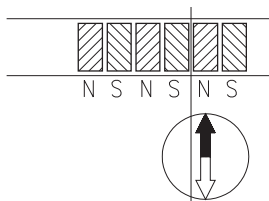

Abb. 18: Ermittlung der Polarität. Trennung des Magnetbandes.
- Wenn erforderlich mit Kompassnadel kontrollieren, wo sich die Pole am Magnetband befinden (Abb. 18).